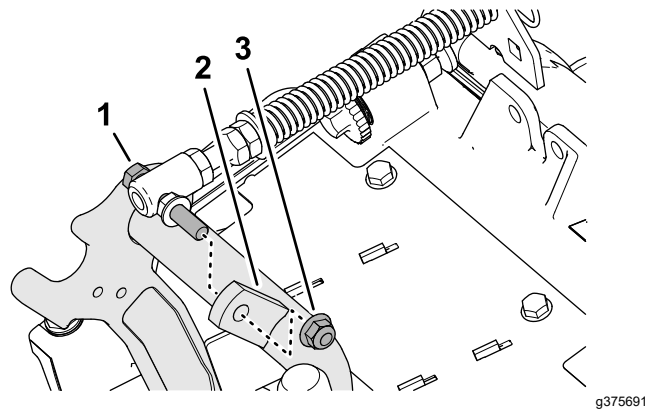

Figura 19
3. Remova a contraporca flangeada ($\frac{3}{8}$ pol.) que fixa o parafuso da mola de compensação do gramado à aba direita da estrutura do transportador e remova a mola de compensação da unidade de corte (Figura 19).